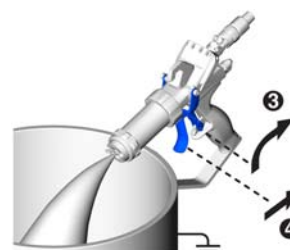

FIG. 11
3. Disinserire la sicura del grilletto sulla pistola. Vedere FIG. 11.